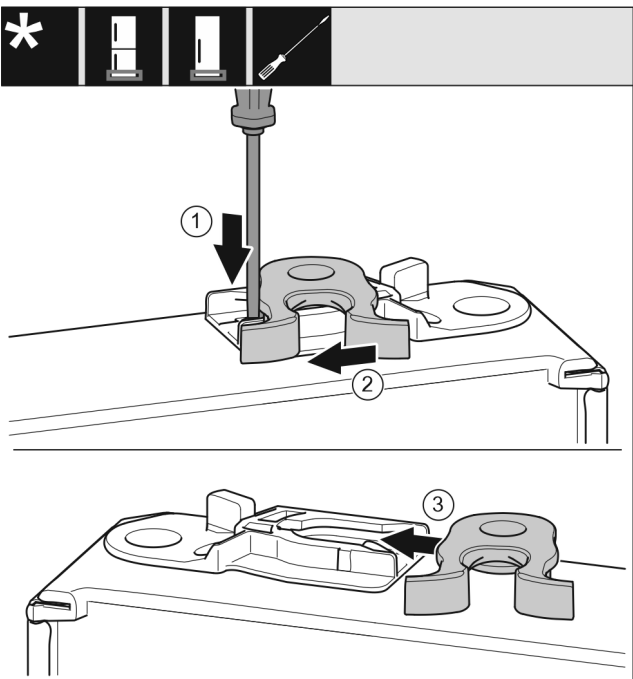

Fig. 18
- Прижмите накладку Fig. 18 (1) шлицевой отверткой вниз.
- Выведите запорный крючок Fig. 18 (2) из направляющей.
- Вставьте запорный крючок Fig. 18 (3) в направляющую с другой стороны.